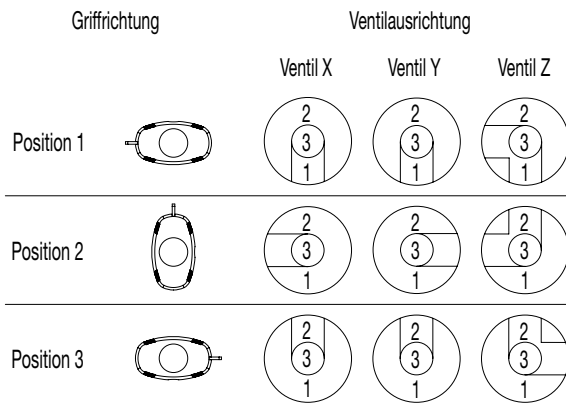

Abb. 8 3-Ventil-GSM-Baugruppenschema
2. Griff in Position 2 drehen. (Siehe Abb. 8, 3-Ventil-Baugruppenschema.) Beachten Sie die Ausrichtung des Getriebes, weil es in der gleichen Ausrichtung zusammen gesetzt werden muss.
2. Griff in Position 1 drehen. (Siehe Abb. 8, 3-Ventil-Baugruppenschema.) Beachten Sie die Ausrichtung des Getriebes und des Griffs, weil es in der gleichen Ausrichtung zusammen gesetzt werden muss.
2. Griff in Position 1 drehen. (Siehe Abb. 8, 3-Ventil-Baugruppenschema.) Beachten Sie die Ausrichtung des Getriebes, weil es in der gleichen Ausrichtung zusammen gesetzt werden.